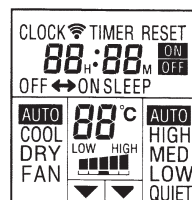

Fig. 8
⑳ Pantalla del mando a distancia (Fig. 8)